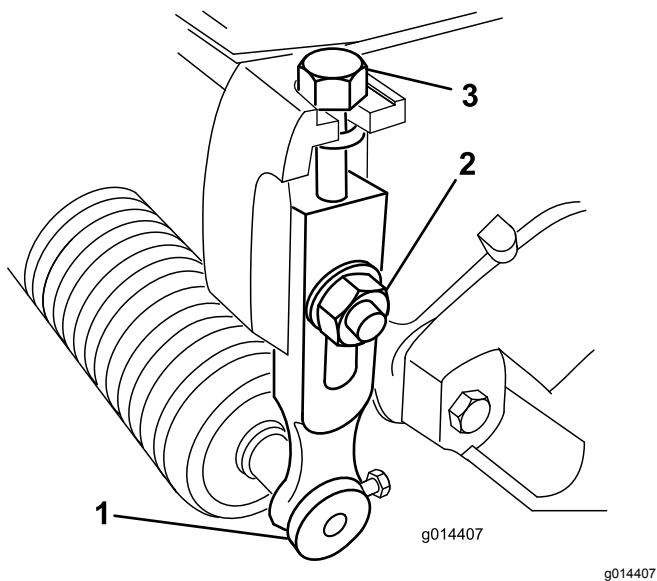

Figura 14
1. Allentate i dadi di bloccaggio che fissano i bracci dell'altezza di taglio alle piastre laterali dell'apparato di taglio (Figura 14).